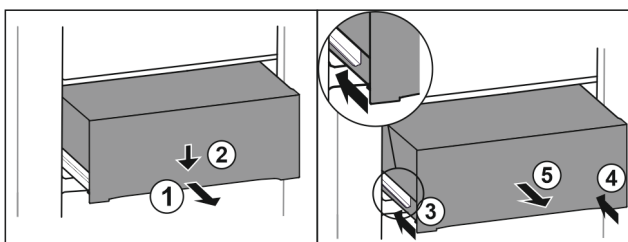

Fig. 135
- ▶ Zásuvku napůl vytáhněte. Fig. 135 (1)
- ▶ Stlačte zásuvku na přední straně dolů. Fig. 135 (2)
- ▶ Zasuňte levou kolejničku přibližně do 2 cm. Fig. 135 (3)
- ▶ Zasuňte pravou kolejničku přibližně do 2 cm. Fig. 135 (4)
- ▶ Vyjměte zásuvku dopředu. Fig. 135 (5)